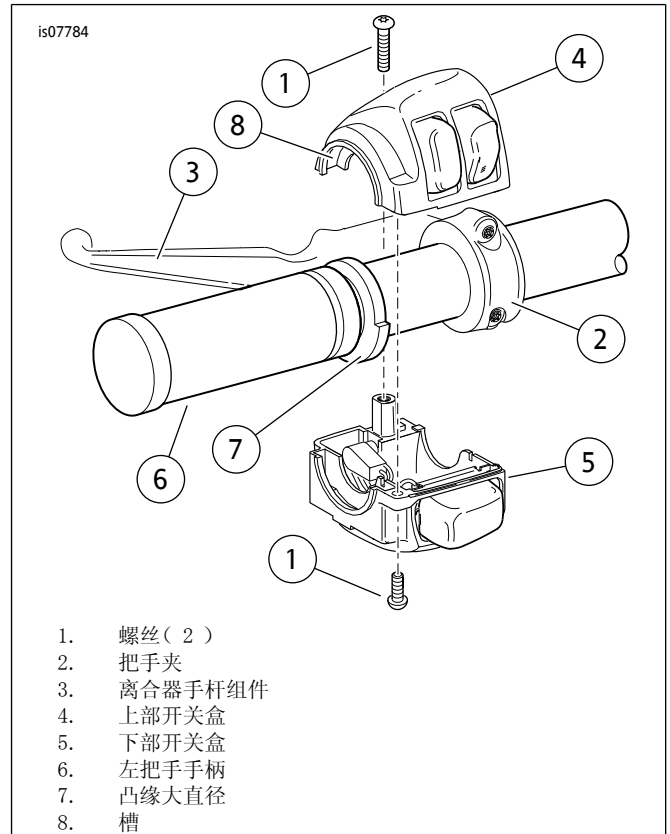
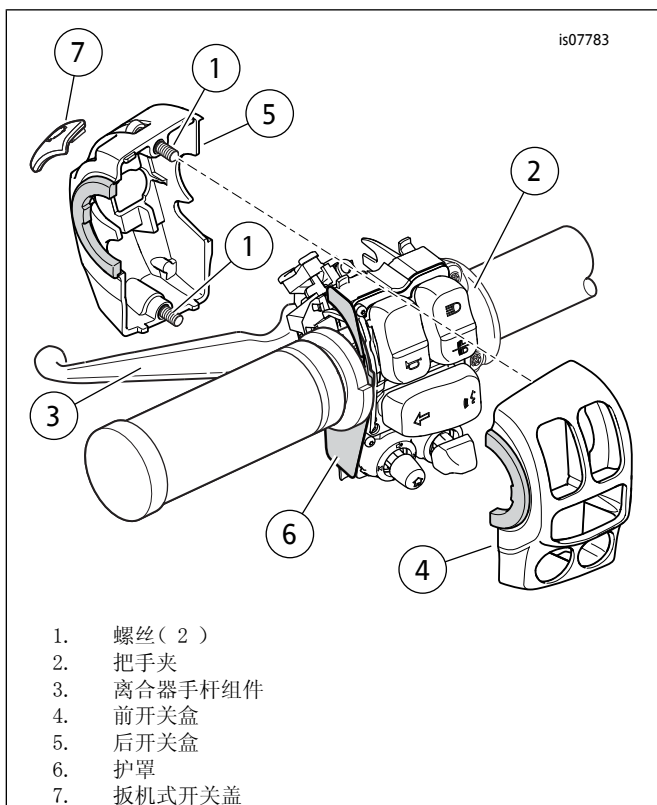

图1. 左把手开关盒(2008-2013年款旅行和2006年款及之后软尾车型)
图2。左把手开关盒(2014年款及之后旅行车型)
- a. 参阅图1或图2。松开两个螺丝(1)和把手夹(2)。
- 参见图1。定位左侧加热手柄（6），使凸缘（7）大直径部分位于底部。将手柄完全推到把手上。
1. 参见图2。2014-2015年款车型：检查确认开关模块外侧护罩(6)位置正确。